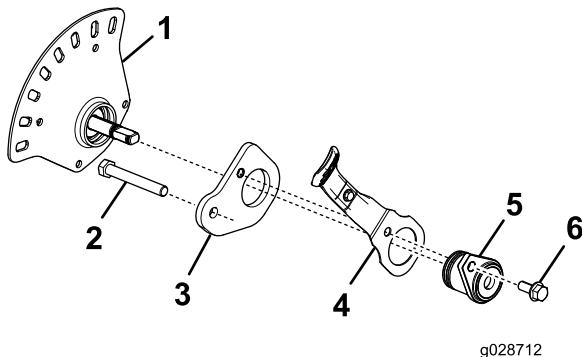

Figure 5
- Assemblez les pièces du bloc de hauteur de coupe (Figure 5) avec la plaque de hauteur de coupe, la plaque de pivot arrière et le boulon (5/16 x 3/4 po) pris dans le kit.